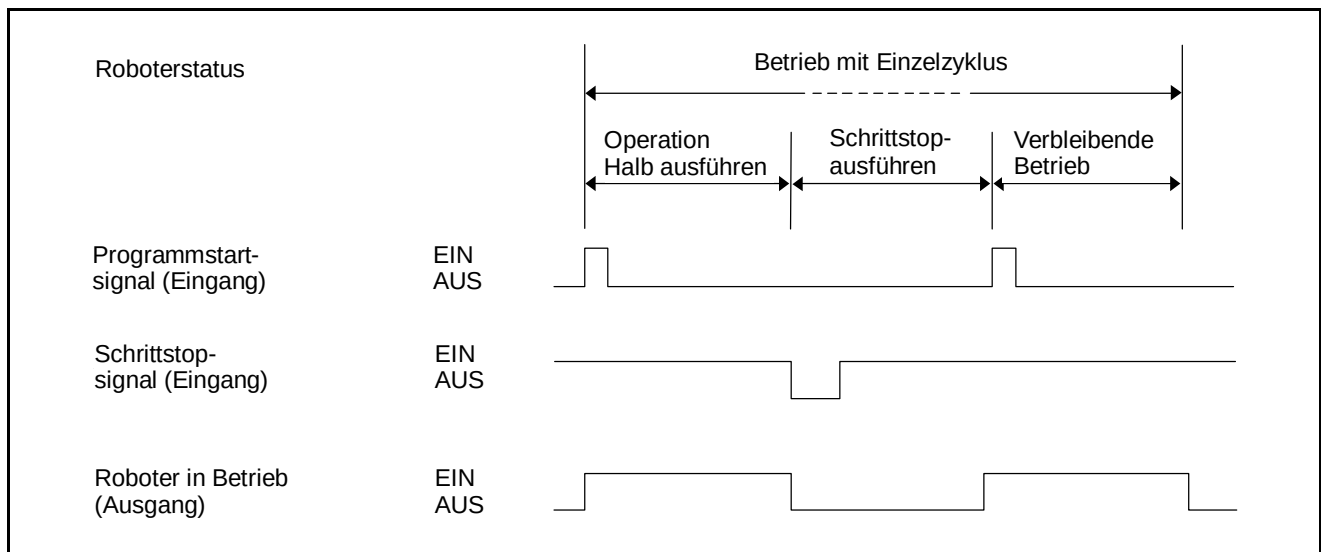

Abbildung 5-47 Schrittstopsignal
(3) Eingangsbedingungen und Bedienung
- ① Wenn der Status dieses Signals von EIN in AUS geändert wird, stoppt der Roboter alle Aufgaben sofort nach Ausführung des aktuellen Schritts, und der Ausgang "Roboterausführung" wird ausgeschaltet. Der externe Auto-Modus bleibt jedoch weiterhin gültig, und das unterbrochene Programm wird durch die Eingabe eines Programmstartsignals fortgesetzt. Siehe Abbildung 5-47.
- ② Das Ausschalten dieses Signals bei der Eingabe eines Programmstartsignals bewirkt, daß der Roboter nach jedem Schritt stoppt.
- ③ Der interne Betrieb mit dem Programmiergerät ist nur gültig, wenn der Status dieses Signals von EIN in AUS geändert wird.
- ④ Informationen zum Fortsetzen des Programmes nach einem Schrittstop finden Sie in Kapitel 5, Abschnitt 5.5.4.4 "Programmstart (Eingang)".